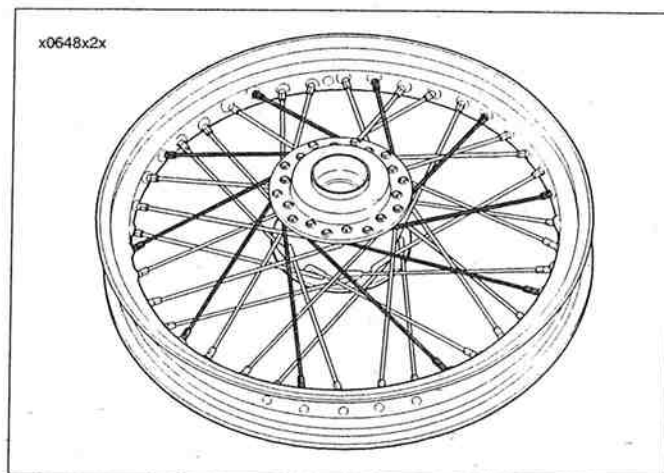

Figura 2-57. Rayos completos – exterior del reborde superior
16. Vea la Figura 2-57. Compruebe que el rayo llegue hasta el racor y fíjelo a mano. Siga la misma secuencia para terminar la instalación de los rayos exteriores (cabeza corta) del reborde superior.